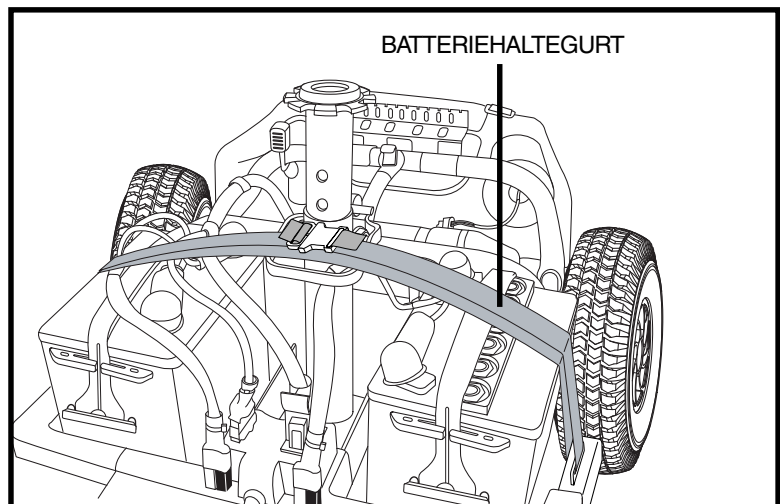

Abb. 13C. Batteriehaltergurt
11. Bringen Sie den Batteriehaltergurt wieder an – vergewissern Sie sich, dass der Gurt über dem Rahmenfreigabehebel platziert ist, um die richtige Befestigung sicherzustellen. **Siehe Abb. 13C.**